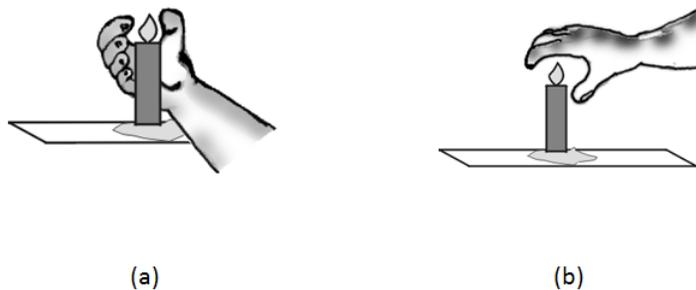

Figura 4.15: Calor recebido da chama de uma vela
9. (UFMG- modificada) Você consegue manter seus dedos e mão ao redor da chama de uma vela, como mostra a parte a, da figura 4.15 mas não consegue mantê-la sobre a chama como se vê em b. Faça a experiência e comprove. Isso acontece porque a maior parte do calor transferido da chama até a sua mão, na situação b, se faz por: